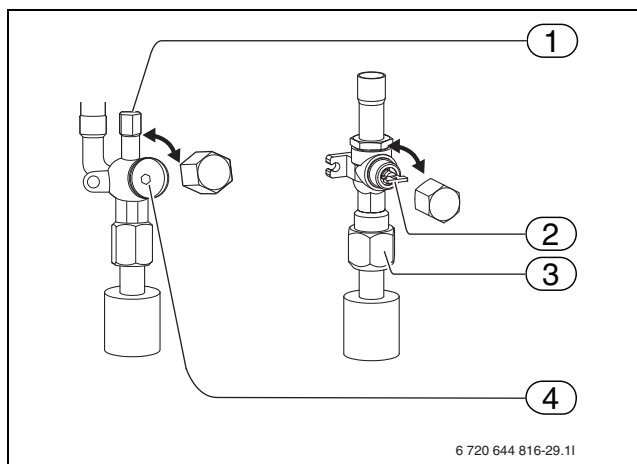

Fig. 19 Sperreventil
- ▶ Koble manometer og gassbeholder (nitrogen) til serviceporten på stengeventilen for væske (→ [1], bild 19).